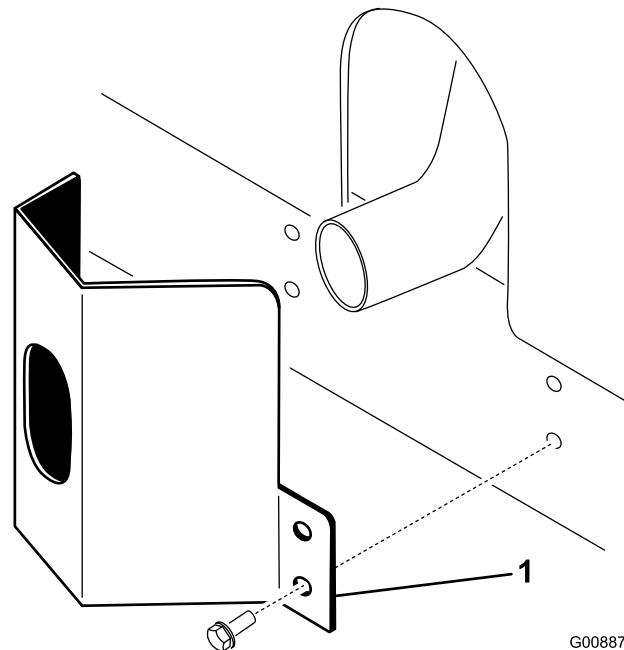

Figura 11
- Coloque a cobertura do escape à volta da panela do escape, enquanto estiver a alinha os orifícios de montagem com os orifícios no chassis (Figura 11).